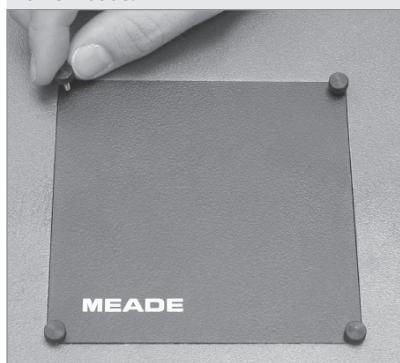

Fig. 50 : Enlevez les 4 vis moletées du cache.
- Dévisser et ôtez les quatre vis moletée du cache rectangulaire (Fig. 50) situé au bas de la fourche, au centre. Enlevez-le. Notez la prise DB-15 sous la base de la fourche.